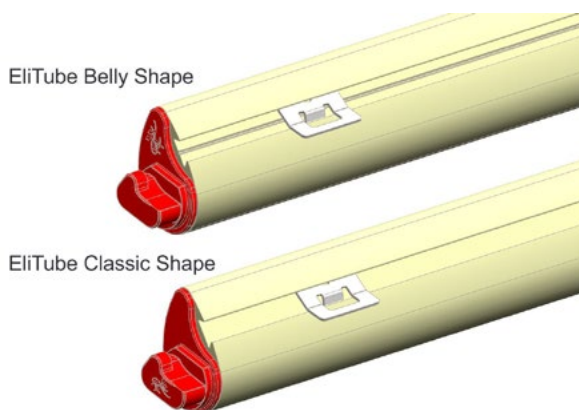

Abb. 3
- Hierzu muss beachtet werden, das in Verbindung mit dem EliTube Classic Shape (Abb. 3) das JETSert verwendet werden muss. Das JETSert darf nicht in Verbindung mit dem EliTube Belly Shape (Abb. 3) eingesetzt werden. Sollte ein EliTube Belly Shape vorhanden sein, muss vor Verwendung eines 6,5 mm Vorhang Rücksprache mit der Technik SUESSEN gehalten werden.
- Zur Erkennung ob das vorhandene EliTube ein "Classic Shape" oder ein "Belly Shape" ist, wurde beim EliTube Belly Shape eine Markierungsrille in der Schwalbenschanznut angebracht (Abb. 3).